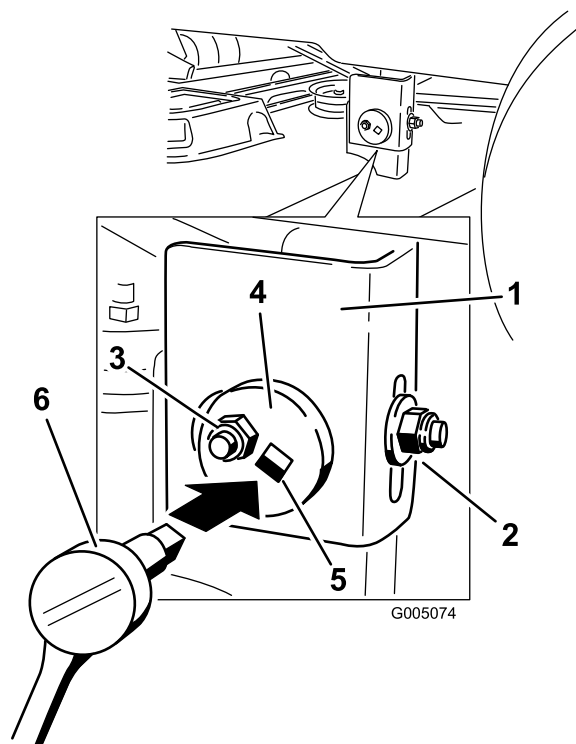

Figura 49
- Mueva al lado izquierdo de la máquina. Afloje, pero no retire, la tuerca de bloqueo trasera de la barra de soporte (Figura 49).
- Afloje la tuerca de bloqueo lateral de la barra de soporte lo suficiente para permitir ajustar la placa excéntrica (Figura 49). Utilice una llave de extensión de 3/8 pulgada de una llave de tubo para manipular la placa excéntrica. Utilice la llave para ajustar la altura de la plataforma del cortacésped a la altura deseada.
- Cuando la plataforma esté en la posición deseada, apriete la tuerca de bloqueo lateral de la barra de soporte para fijar la posición nueva (Figura 49). Apriete la tuerca de bloqueo trasera de la barra de soporte.